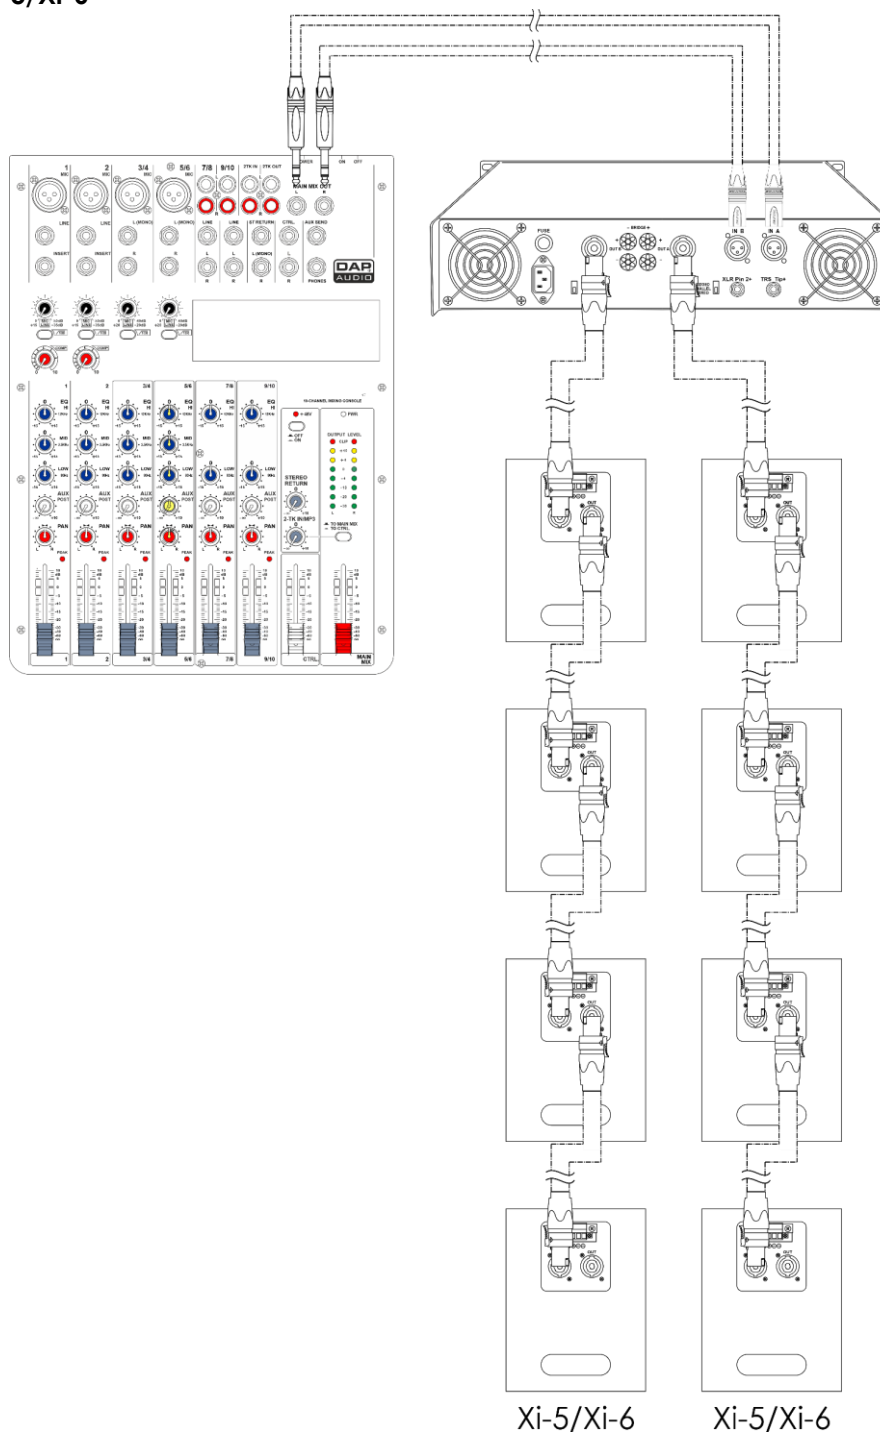
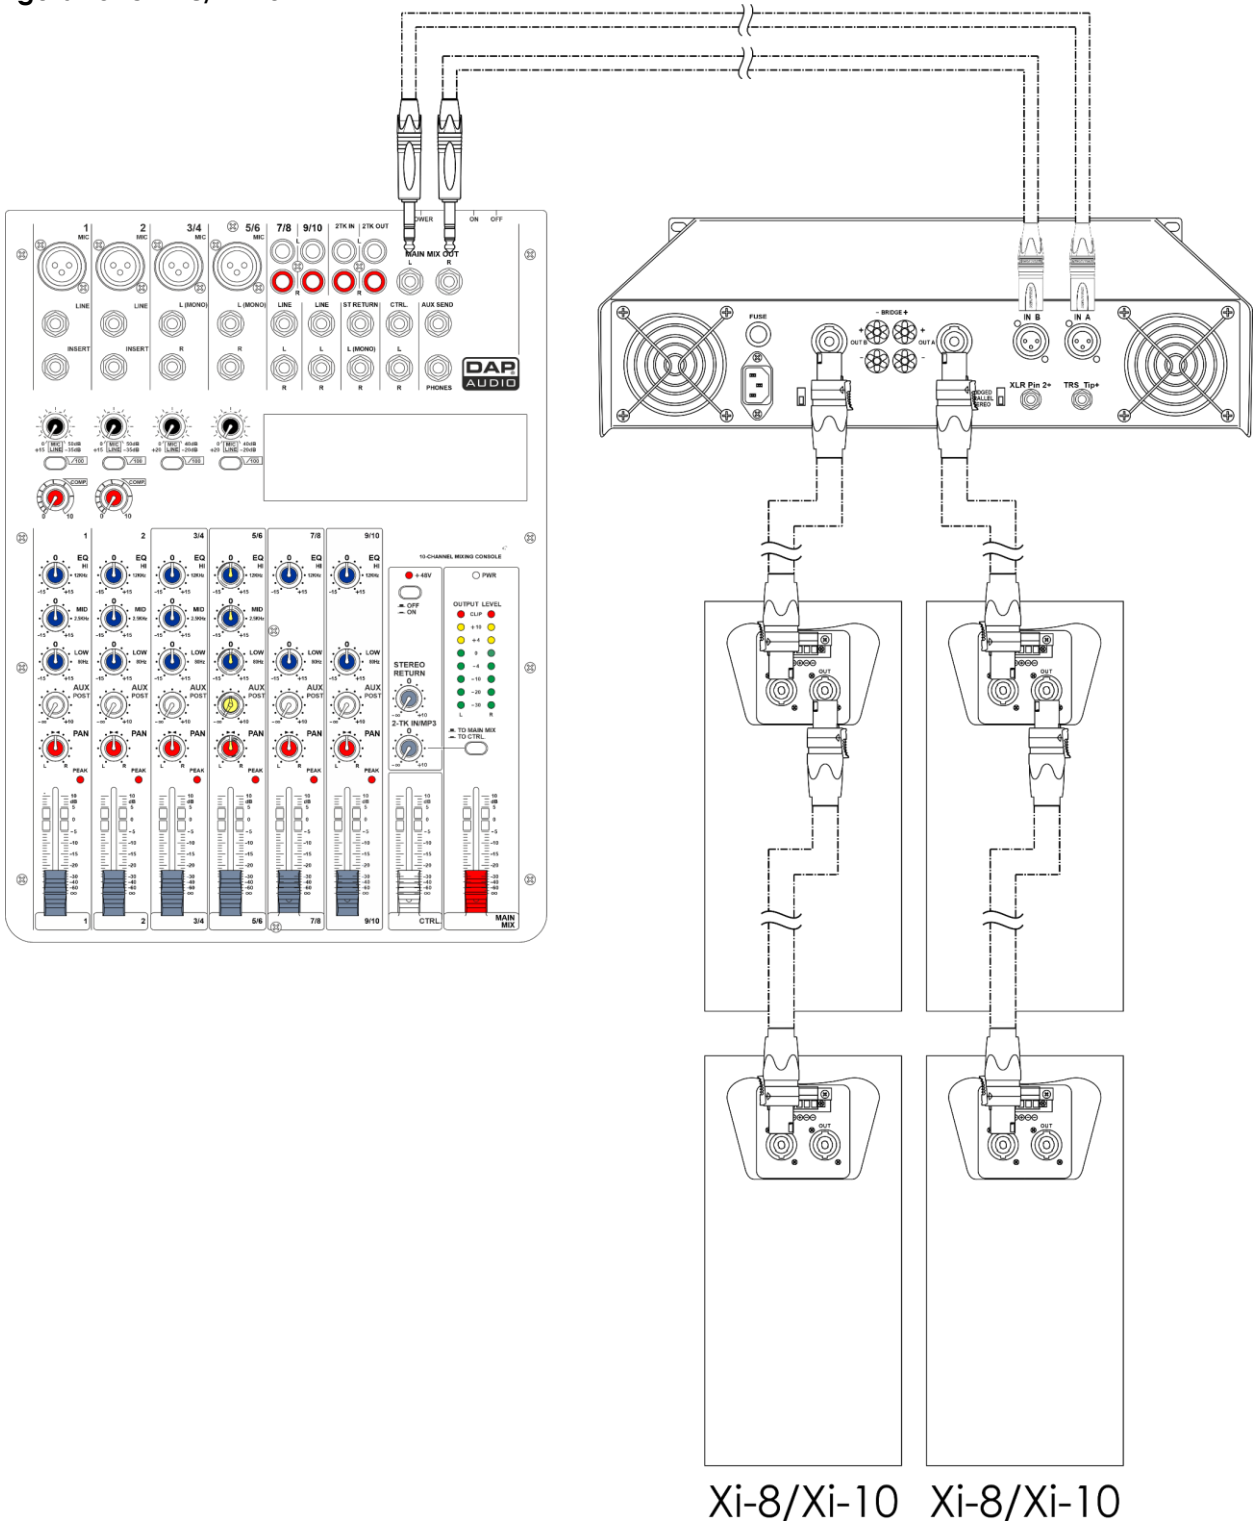

Fig. 04
Fig. 05
- Con cavi Speakon. Cfr. Fig. 04 e Fig. 05 alle pagine 9–10 per ulteriori informazioni in merito.